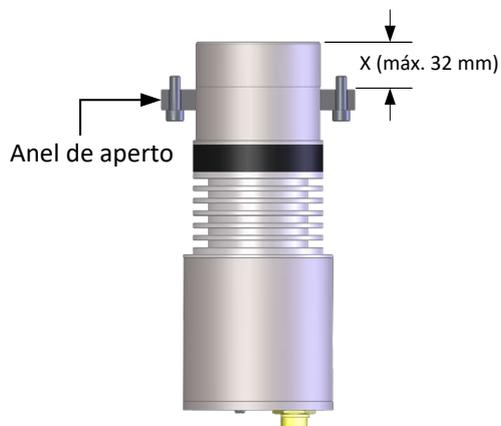

Figura 20: Posicionamento do anel de aperto
3. Ajuste a posição do anel de aperto de acordo com a profundidade de inserção necessária (Figura 20)